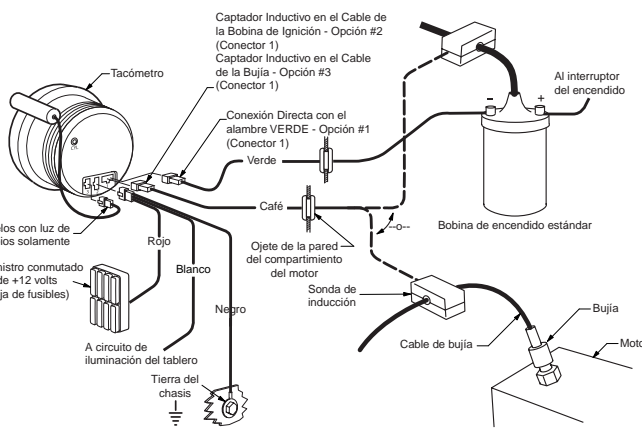

Figura 3
Conexión de Alimentación Eléctrica y a Tierra (Figura 3)
1. Conecte el alambre VERDE al **lado negativo** de la bobina de ignición, o a un **puerto de señales** de tacómetro apropiado según se indica a continuación (véase la Figura 3):
1. Conecte el Captador Inductivo al Cable de la Bobina de Ignición de la manera descrita a continuación (véase la Figura 3):
1. Conecte el Captador Inductivo a uno de los cables de bujía y de la manera descrita a continuación (véase la Figura 3):